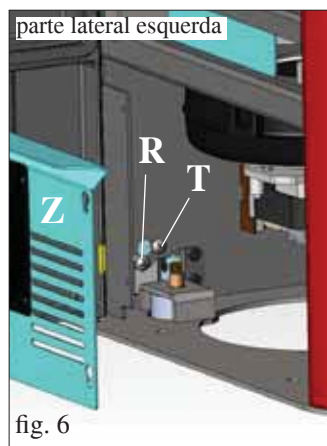

fig. 6
Verificar o alinhamento vertical das partes laterais em cerâmica (C) e efetuar eventuais regulações através dos parafusos postos sobre o elemento de cobertura (V - fig. 5) e, no interior da sala-mandira, através dos parafusos (R - fig. 6/7).
Importante: antes de efetuar a operação retirar o painel zincado (Z - fig. 6/7) em ambos os lados e afrouxar os parafusos de travamento (T - fig. 6/7).